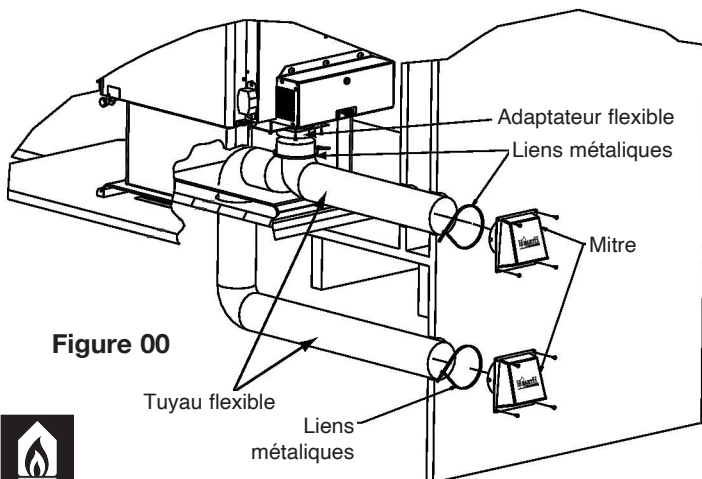

Figure 00
3. Utilisez un tournevis Phillips no 2 pour fixez le tuyau flexible à l'adaptateur flexible du poêle avec un collier de fixation.(Voir figure 00.)